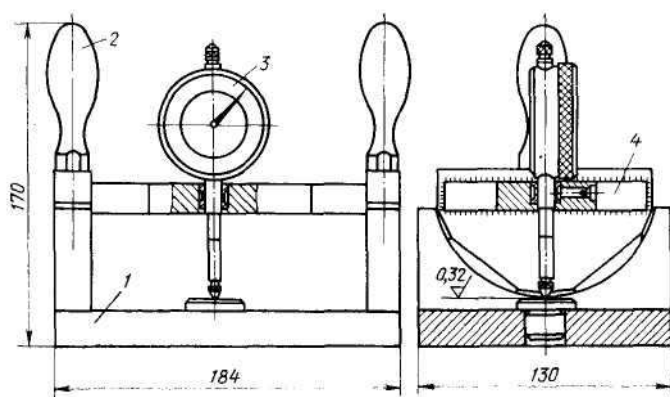

Рис. 134. Контрольное приспособление для подбора толщины регулировочных шайб:
- проверьте контрольный размер $A=87\pm 0,04$ мм. Для измерения фактического размера; $C=59,5\pm 0,04$ мм при сборке ведущей шестерни главной передачи рекомендуется применять контрольное приспособление (рис. 134). С помощью индикатора, настроенного на размер С (рис. 123), определите размер от торца ведущей шестерни до оси расточки под корпуса подшипников дифференциала. В соответствии с полученным фактическим размером С подберите необходимое количество регулировочных прокладок 17.